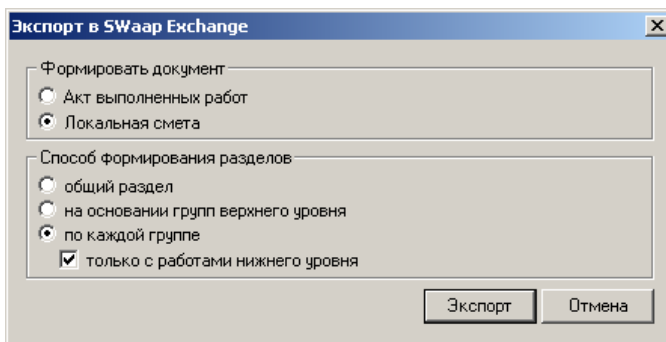

Рис. 6.2 Мастер экспорта в SWaapExchange.
3. Выберите механизм формирования таблиц расценок в открывшемся окне «**Экспорт в SWaapExchange**» (Рис. 6.2). Существует следующие варианты отображения групп: